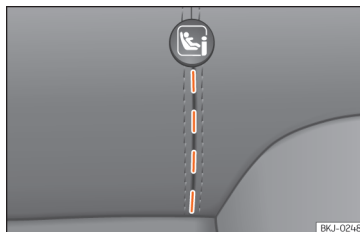

Abb. 37 Rücksitz: eingepprägte Schlitze.
- Öffnen Sie vorab per Hand den eingepprägten Bereich hinter den markierten Schlitzen, um an die Halteösen zu gelangen »» **Abb. 37**.